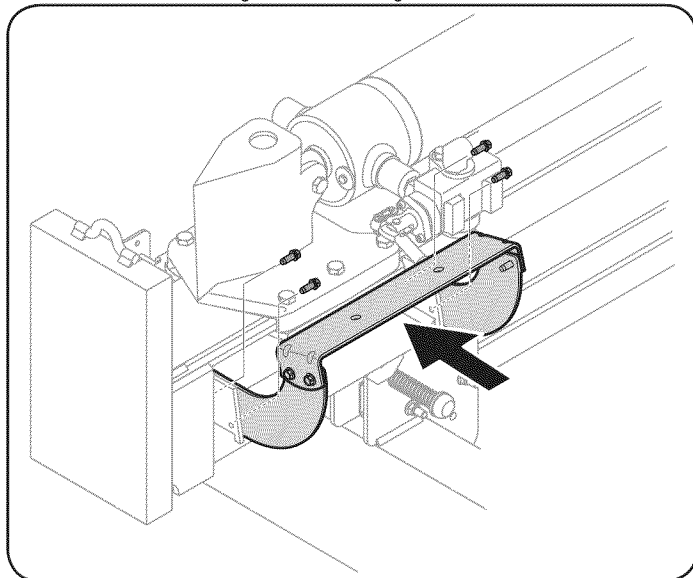

Figura 7
17. Vuelva a colocar el bandeja de troncos al costado de la vigueta con la válvula de control, alineando los orificios del bandeja con los orificios de la vigueta. Vea la Figura 7.